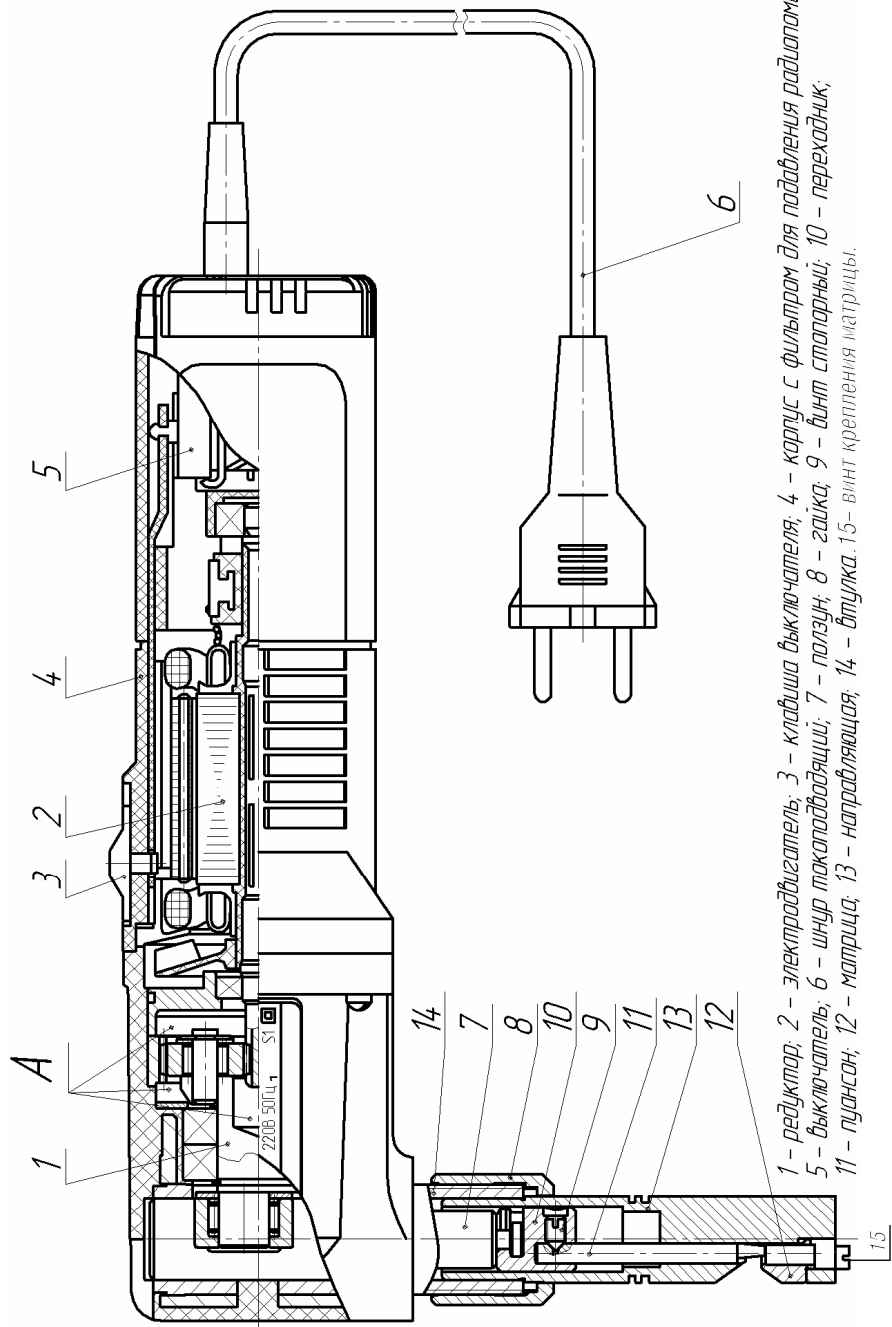

Рисунок 1 - Общий вид ножиц ВЭРН-0,52-II
3.1 Ножницы (рисунок 1) состоят из следующих основных частей: электродвигателя (2), редуктора (1), корпуса (4) со встроенным выключателем (5) и фильтром для подавления радиопомех, переходника с пуансоном (11), направляющей (13), токоподводящего шнура (6).
В редуктор, направляющую и подшипники закладывать смазку СМ₁-М₂4/12-Т2 или СМ₁-М₂4/12-2 ТУ 38-101.320-77 или СМОЛ ТУ 38.10152-74 или Литол-24 ГОСТ 21150-87, предварительно удалив старую смазку. Заполнить полости А (рисунок 1) на 2/3 объема, шариковые подшипники до уровня шариков, роликовые подшипники